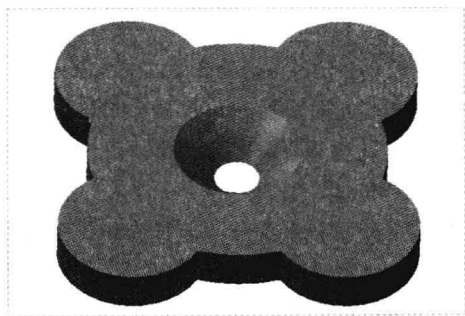

图 8-69 创建混合实体槽特征
Step 13 单击“接受值”按钮✓，然后单击“开槽：混合，平行，规则截面”对话框中的“确定”按钮，即可创建混合实体槽特征，如图 8-69 所示。